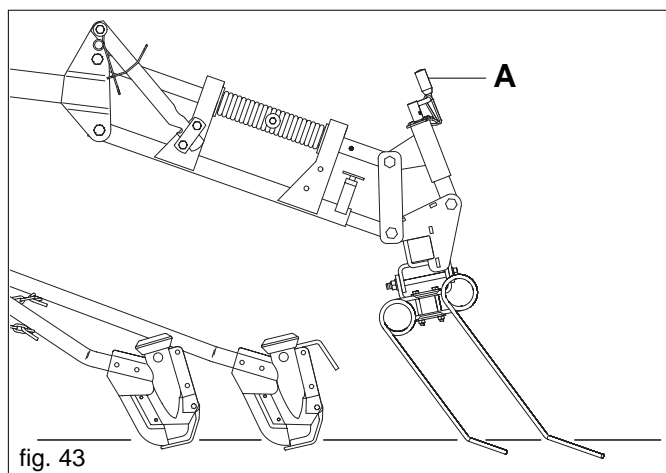

fig. 43
La position de travail normale de la herse est indiquée sur la Figure 43. Dans cette position, l'usure de la dent courte et de la dent longue est identique. Grâce à la poignée de réglage (A), il est possible de modifier l'inclinaison de la herse.